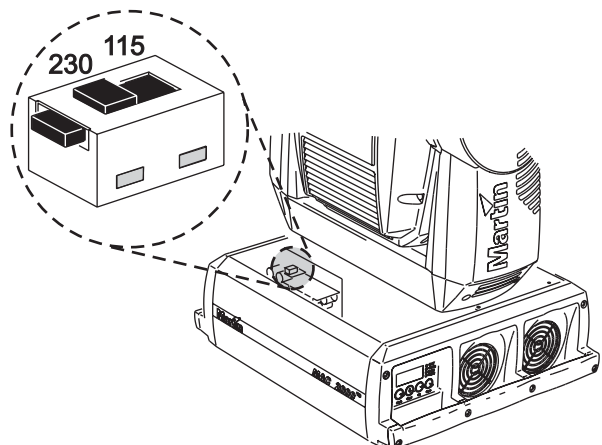

Figure 5: Selector de alimentación
- 3 El selector de alimentación está situado en la base y en el extremo más alejado del display. (ver Figure 5).